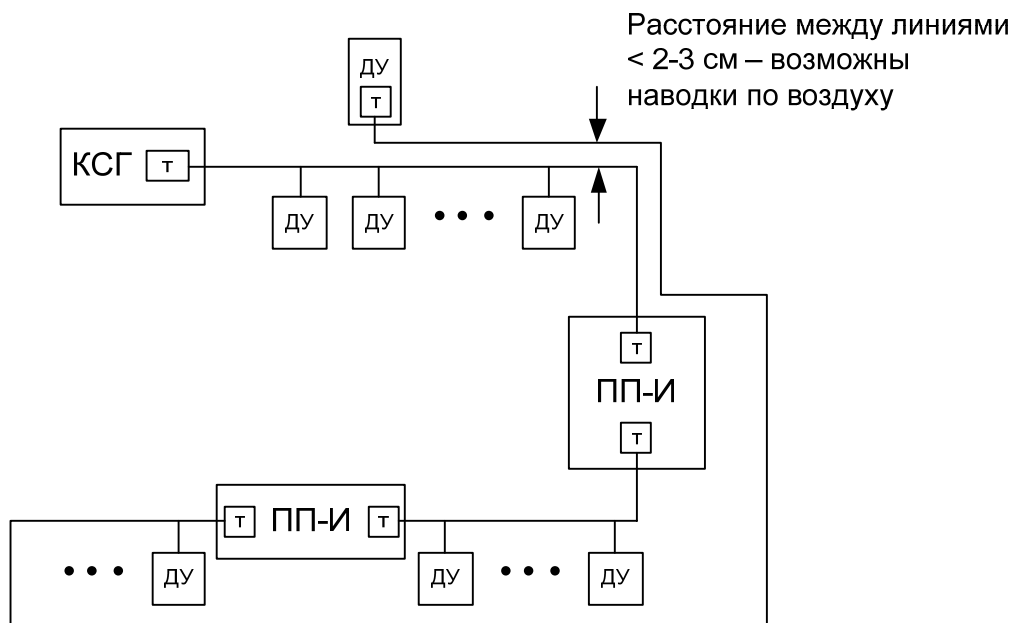
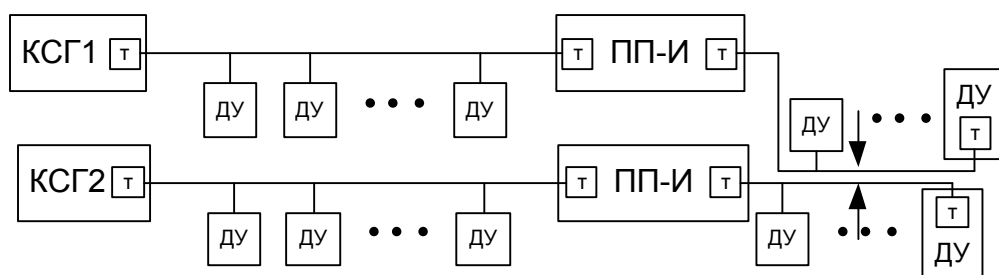

Рисунок 6 Недопустимо малое расстояние между линиями одного сегмента
Рисунок 7 Недопустимо малое расстояние между линиями разных сегментов
- Не рекомендуется прокладка линий данных в непосредственной близости2 друг от друга, поскольку в этом случае могут возникнуть "наводки" с одной линии на другую (Рисунок 6, Рисунок 7). В случае если амплитуда "наведенного" сигнала превышает 75 мВ, ПП-И усиливает этот сигнал, что может привести к нарушению связи во всем сегменте.